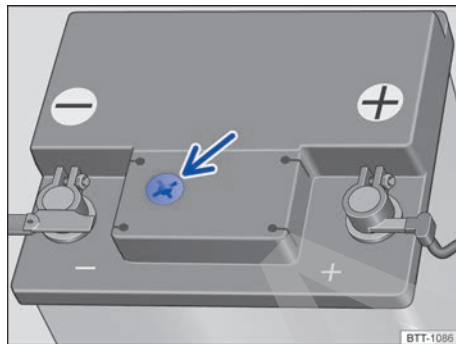

Fig. 205 Mirilla en la parte superior de la batería de 12 voltios (representación esquemática).
- Procure disponer de buena iluminación para poder distinguir bien el indicador de color en la mirilla redonda de la parte superior de la batería de 12 voltios → fig. 205 (flecha). No utilice nunca una llama desprotegida u objetos incandescentes para alumbrarse.